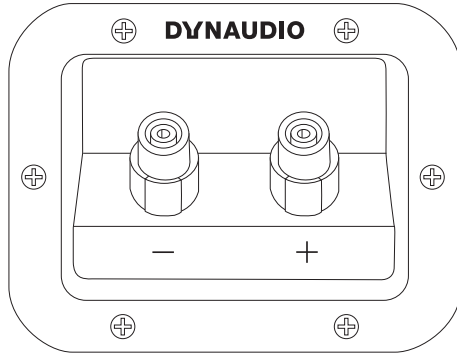

Abbildung 1: Polklemmen an der Rückseite des Lautsprechergehäuses (Beispiel)
1. Schließen Sie ein zweipoliges (+/-) Lautsprecherkabel an die Polklemmen an der Rückseite des Lautsprechergehäuses an (siehe Abbildung 1). Die hochwertigen, vergoldeten Polklemmen können für unterschiedliche Anschlussysteme verwendet werden: